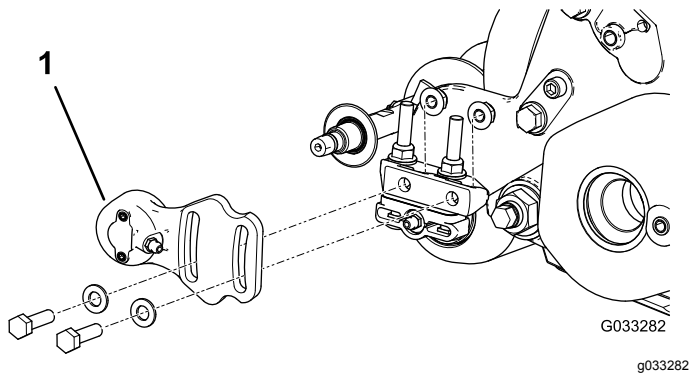
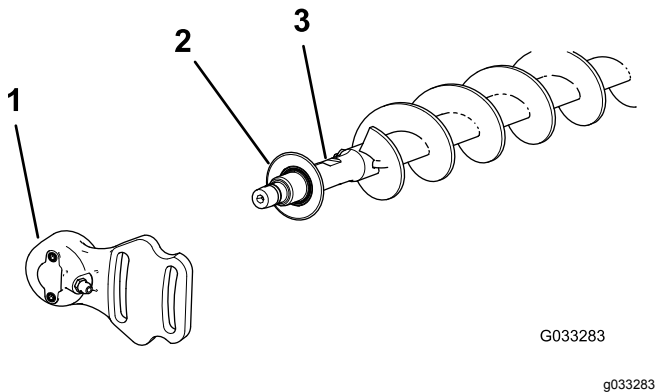

Figura 17
Figura 18
1. Se sull'apparato di taglio è installata una spazzola per rullo, toglie i 2 bulloni, le rondelle e i dadi che fissano l'alloggiamento del cuscinetto secondario alla staffa di montaggio dell'alloggiamento del cuscinetto (Figura 17 e Figura 18).
2. Fate scorrere l'alloggiamento del cuscinetto secondario e la guarnizione fino a estrarle dall'albero della spazzola (Figura 18).
9. Installate la guarnizione e l'alloggiamento del cuscinetto secondario sull'albero della spazzola (Figura 18).